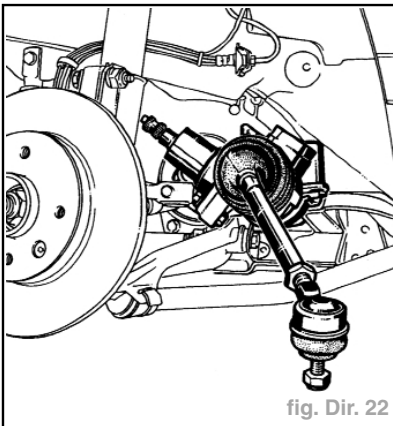

fig. Dir. 22
- Sortir la crémaillère par le coté d'avant G, par rotations successives pour dégager la crémaillère de direction avec ses tuyauteries valve-vérin (fig. Dir. 22).